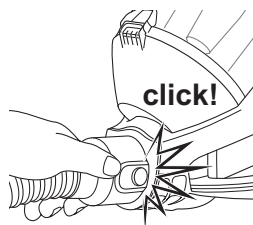

рис. 1
- Зафиксируйте гибкий шланг на корпусе пылесоса, до щелчка (рис. 1)